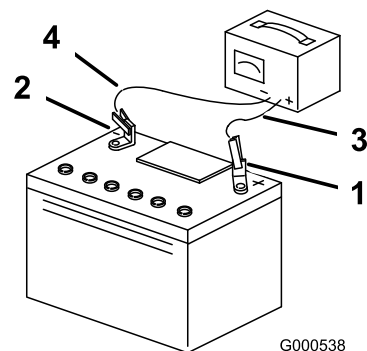

Figure 81
- Une fois la batterie chargée au maximum, débranchez le chargeur de la prise électrique, puis débranchez les fils du chargeur des bornes de la batterie (Figure 81).